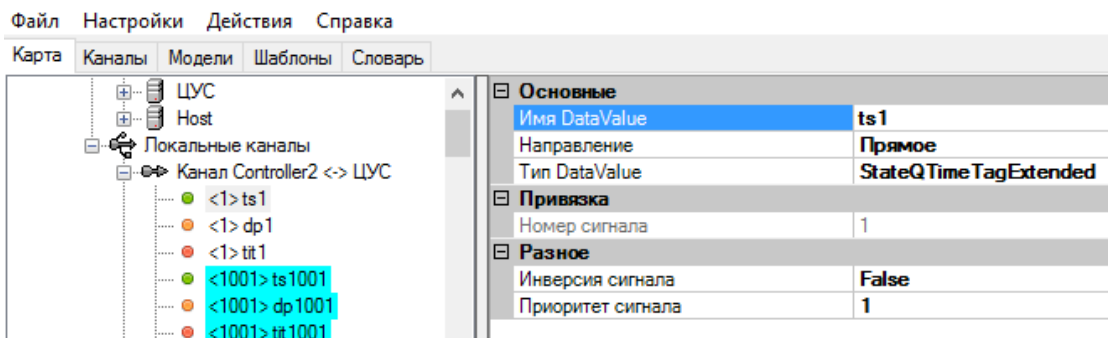

Рисунок 213. Настройки ТС в протоколе ICSР
- StateQTimeTagExtended используется для передачи сигналов типа TS (см. Рисунок 213).